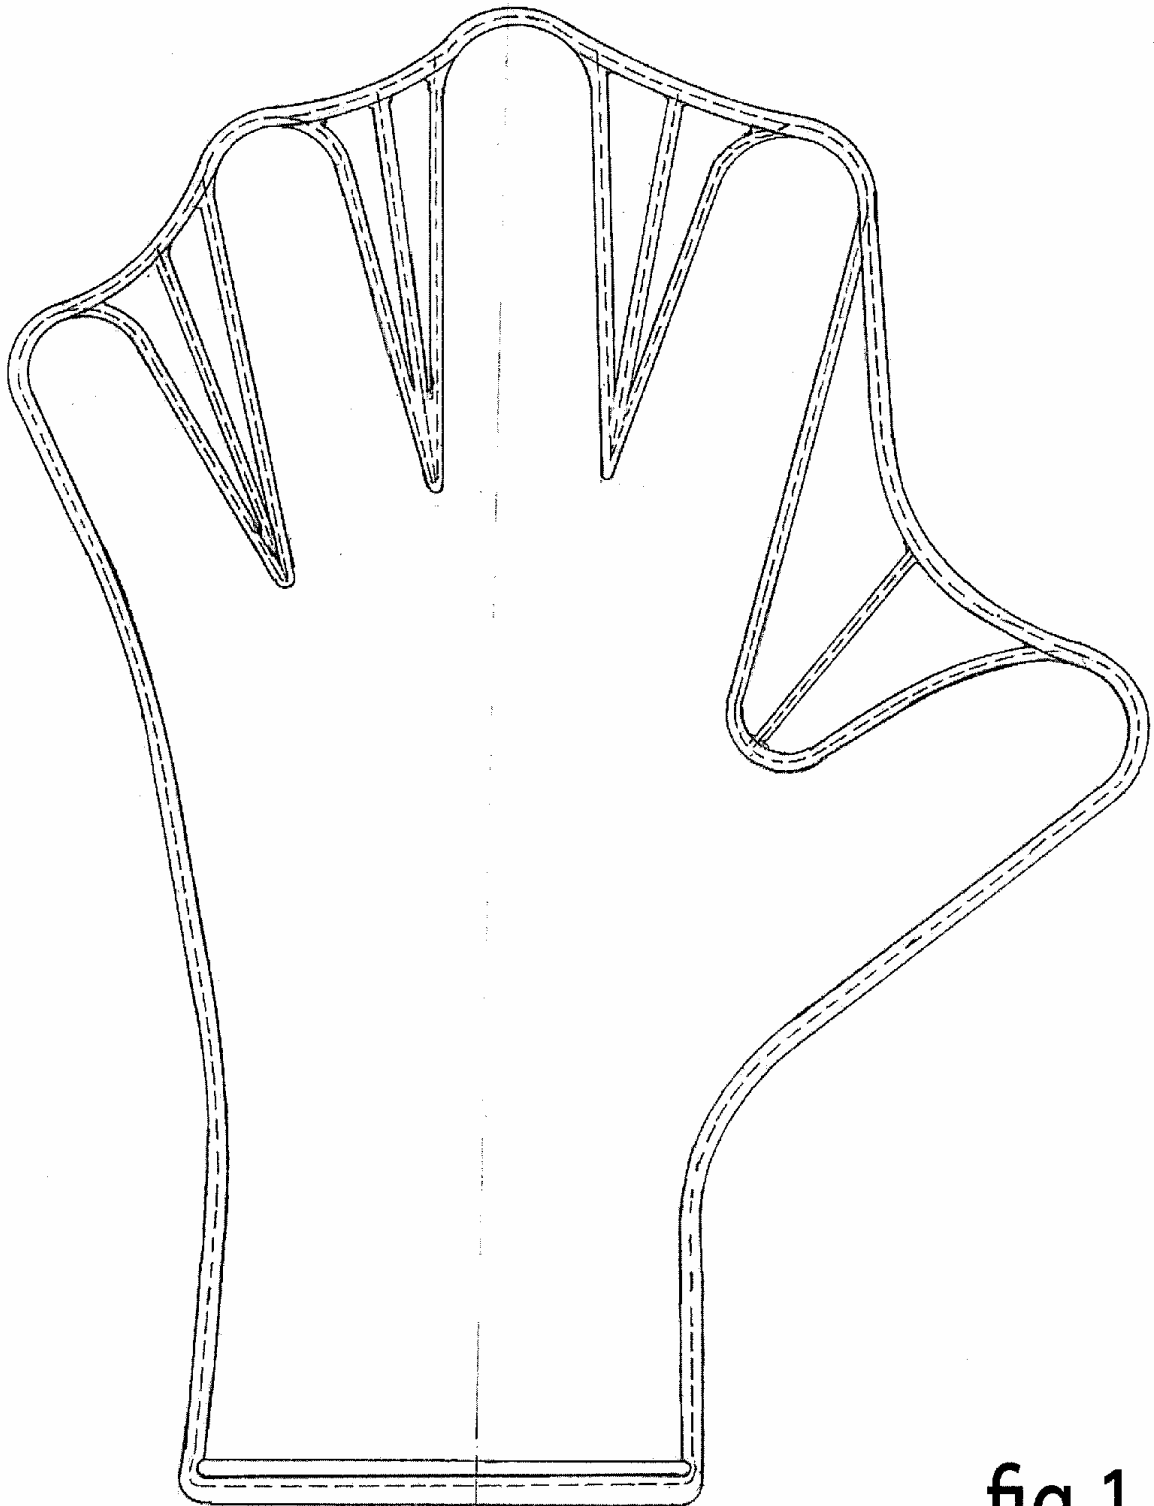

fig.1
- **fig. 1:** przedstawia rzut rękawicy w widoku z góry w skali 1:1.